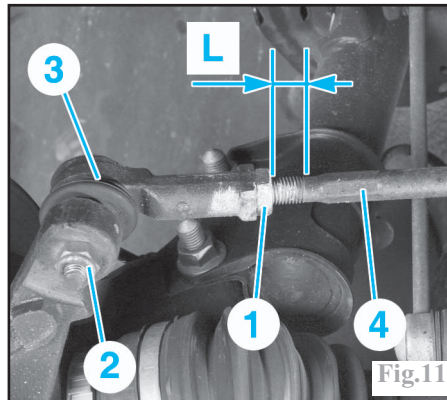

Fig.11
Mesurer la longueur (L) du filetage (Fig.11).